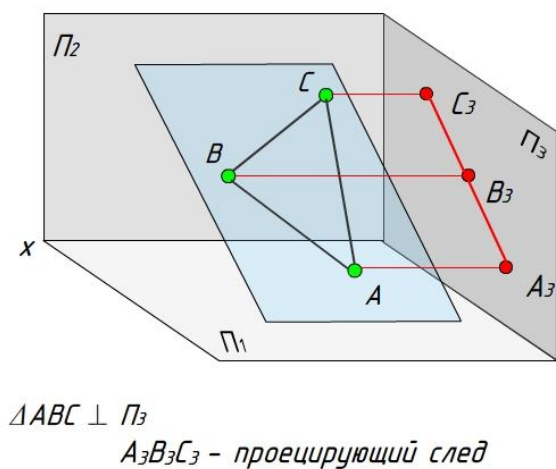

Рис. 2.9
1.3. Профильно проецирующая _____ (рис. 2.9).